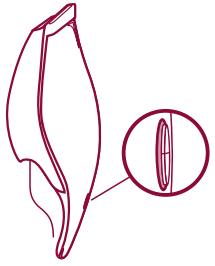

Fig. 6
- Den røde kontrollampe ved tasterne tændes, hvis apparatet er placeret korrekt. (fig. 6)